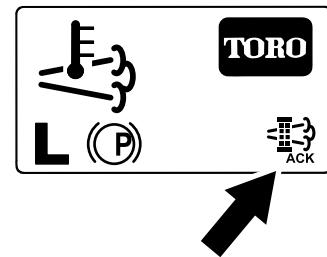

Figure 60
- L'InfoCenter affiche l'écran d'accueil et l'icône de confirmation de régénération (Figure 60) apparaît en bas à droite de l'écran pendant le processus de régénération.